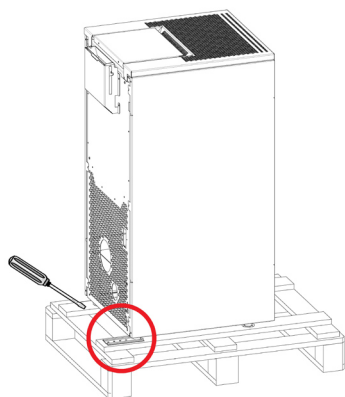

Fig. 1 - Entfernung der Halterungen
- Die Schrauben, die die Füße des Ofens blockieren, entfernen (siehe **Fig. 1 auf S. 7**). Dann den Ofen von der Palette entfernen.